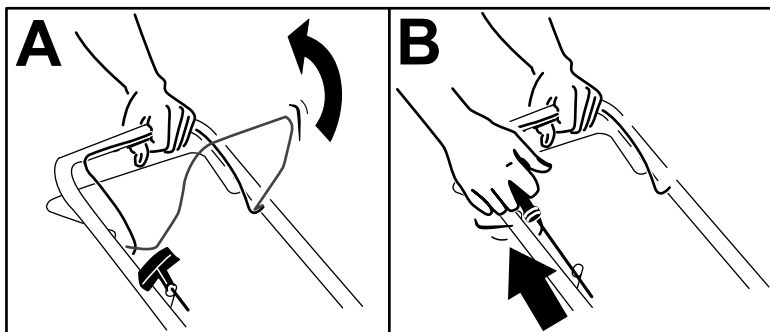

Figura 12
1. Tenete la barra di comando delle lame contro la maniglia (A della Figura 12).
2. Tirate la stegola dell'avviatore autoavvolgente (B della Figura 12).